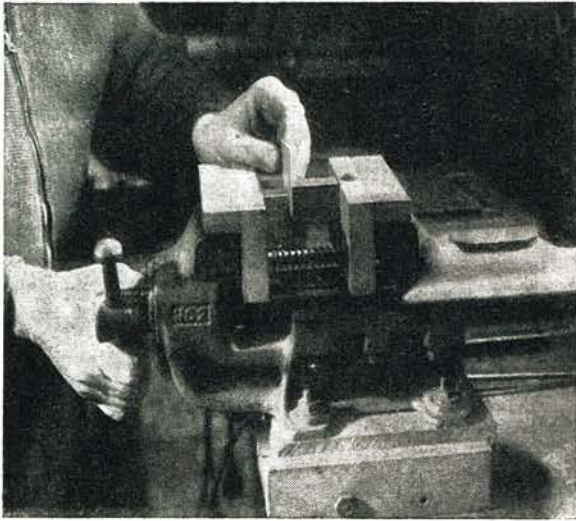
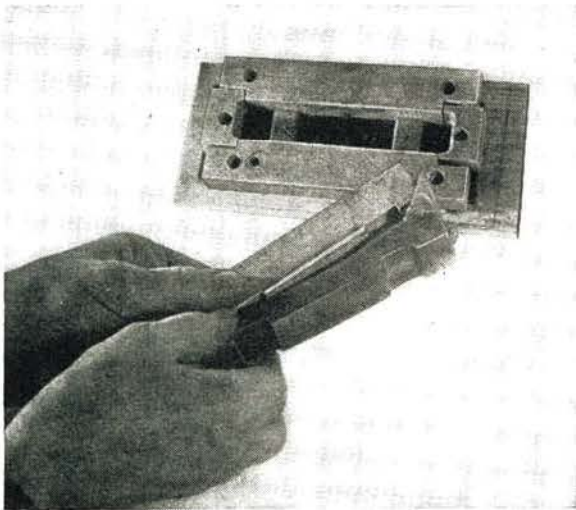

Bild 2
Bild 3
befindliche Preßform eingelegt (Bild 2). Nun wird der Schraubstock zugedreht und das Teil gepreßt. Schon nach ein bis zwei Minuten kann es aus der Form entnommen werden (Bild 3). An dem Stück zeichnen sich sauber und genau alle Konturen ab, die der Stempel und die Matrize aufweisen. Genau so werden solche Teile in der Industrie verformt, selbstverständlich aber mit technisch vollkommeneren Einrichtungen.
Bild 2 Unser Eilzug ist im Bahnhof „Tanneck“ angekommen und hält für einige Augenblicke am Bahnsteig. Wir steigen aus, unser Ziel ist erreicht. Die kurzen Bahnsteigüberdachungen dienen lediglich dem Schutz der Unterführungstrepfen.
Bild 3 Hoch überragt die alte Feste Tannburg weithin die gesamte Umgebung. Mittelalter und moderne Neuzeit vereinigen sich hier einträchtig, wenn man bedenkt, daß die alten Ritter noch hoch zu Roß durch die Lande zogen, keineswegs aber mit der Eisenbahn.
- Bild 2 Wer die „alte Gützold-24er“ einmal von innen gesehen hat und nun dieses Bild vorgelegt bekommt, erkennt doch sofort den gewaltigen Unterschied. Zum Einbau kommt der Gützold-Standard-Motor, der bereits bei der V 200 Verwendung fand. Selbstverständlich wird das Modell funktentstört geliefert.
- Bild 3 Überzeugen Sie sich bitte noch kurz an Hand der feinsten Nachbildungen des Tenders, daß wir nicht zu viel gesagt haben. Bleibt nur der Wunsch und die Hoffnung offen, daß dieses Modell bald in ausreichender Menge im Handel erscheint.